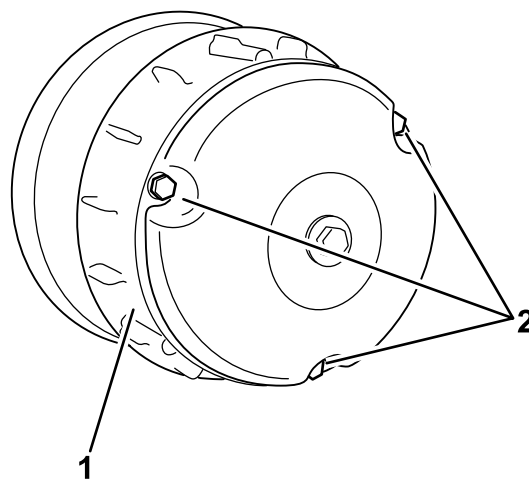

Figure 62
- Retirez les trois boulons qui fixent le couvercle de l'embrayage et déposez le couvercle (Figure 62).
- Posez le couvercle d'embrayage et fixez-le avec les 3 boulons (Figure 62) que vous avez retirés à l'opération 2.